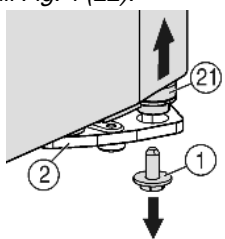
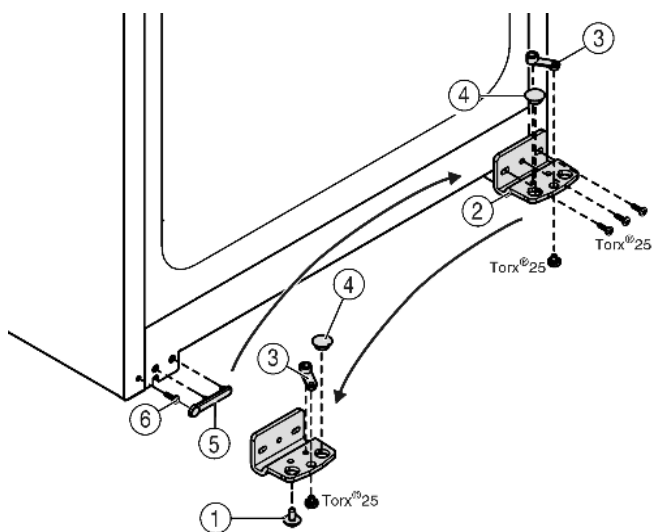

Fig. 5
Fig. 6
- ▶ Vpravo dole na stojanu ložiska vyšroubujte pojistný šroub Fig. 5 (1).
- ▶ Ložiskový čep Fig. 5 (21) se uvolní ze stojanu ložiska Fig. 6 (2).
- ▶ Pokud se ložiskový čep Fig. 5 (21) neuvolní, vytlačte čep zdola.
- ▶ Našroubujte stojan ložiska Fig. 6 (2).
- ▶ Našroubujte ložiskový díl Fig. 6 (3) a přemístěte do protilehlého upínacího otvoru stojanu ložiska, opět přišroubujte.
- ▶ Vyměňte ze stojanu ložiska zátku Fig. 6 (4) a nasadte do protilehlého upínacího otvoru stojanu ložiska.
- ▶ Opatrně zvedněte kryt Fig. 6 (5) na straně madla.
- ▶ Vyšroubujte šroub Fig. 6 (6) a na protější straně ho opět nasadte.
- ▶ Kryt Fig. 6 (5) opět nasadte.
- ▶ Přišroubujte opět stojan ložiska Fig. 6 (2) na novou stranu závěsu (**silou 4 Nm**), příp. pomocí akumulátorového šroubováku.
- ▶ Zašroubujte a dotáhněte pojistný šroub Fig. 5 (1) dole do ložiskového čepu (**silou 4 Nm**).